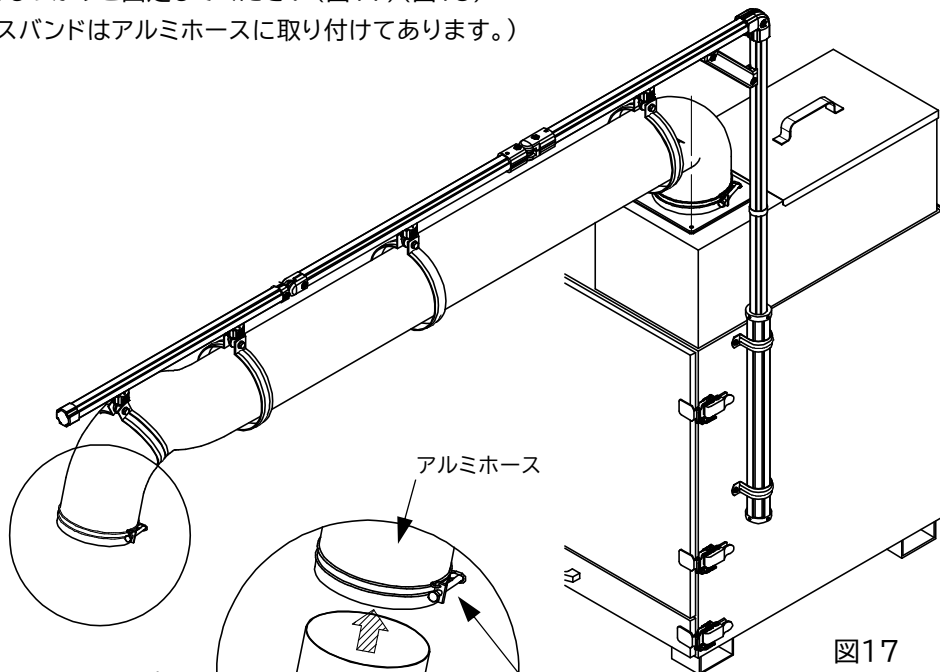
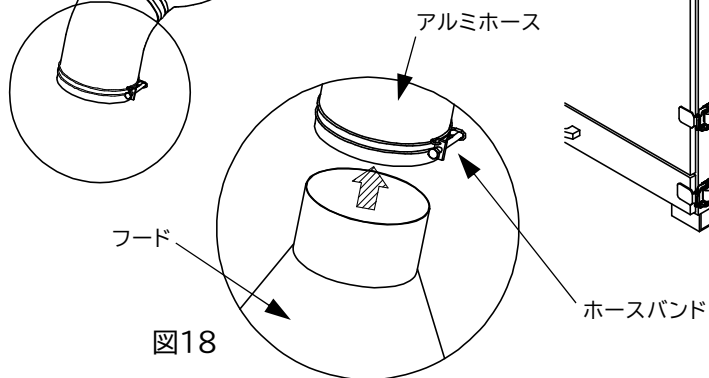

図17
図18
- 8-1. フードをアルミホースへ接続します。フードをアルミホースへ差し込み、ホースバンドのネジを締め付けてしっかりと固定してください(図17)(図18)